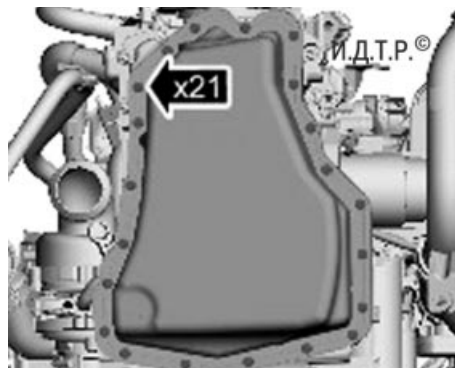

Рис. 5.57. Расположение болтов крепления масляного картера двигателя Duratorq-TDCi объемом 2,2 л
2. Выверните двадцать один болт (рис. 5.57) крепления масляного картера к блоку цилиндров двигателя, аккуратно подденьте отверткой и снимите масляный картер.